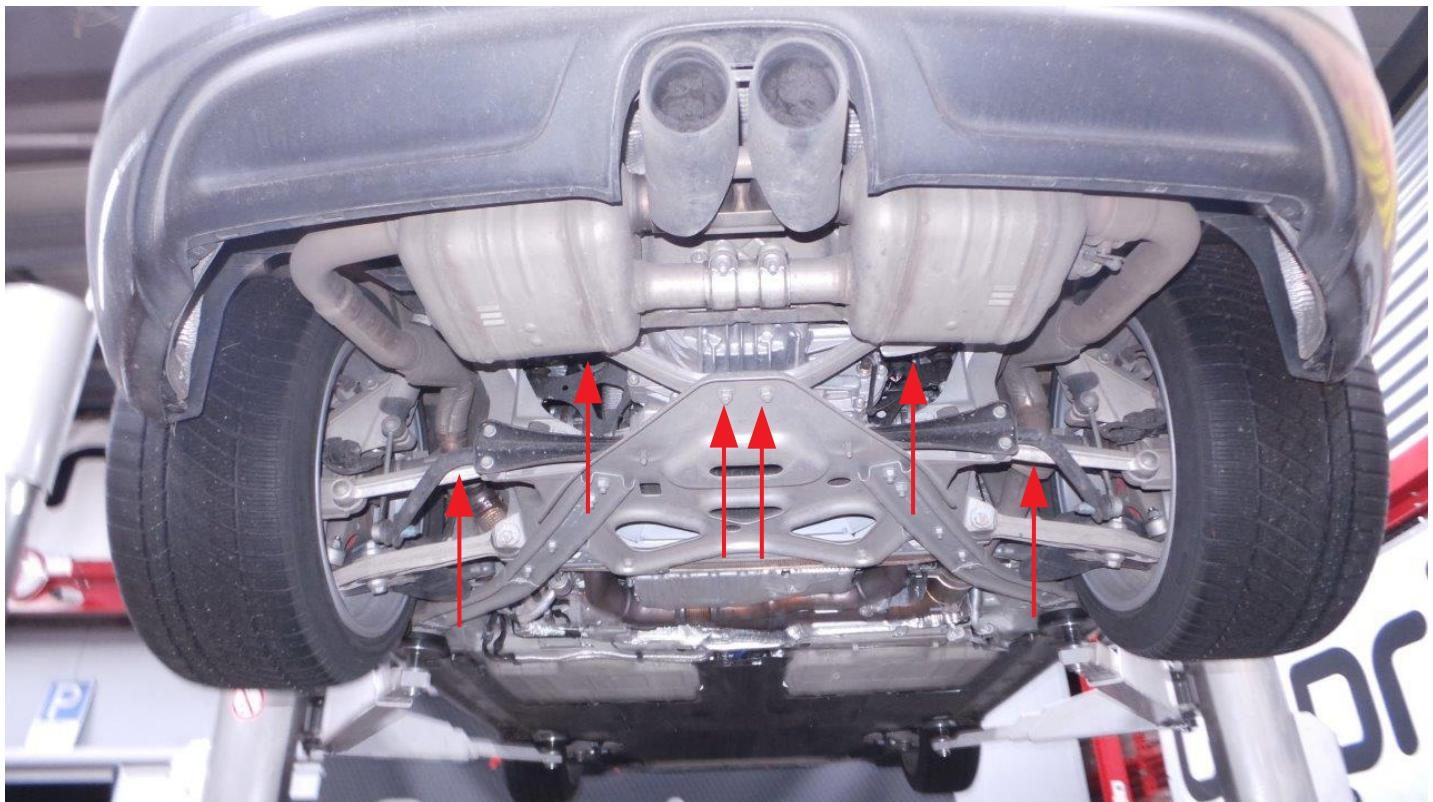

Abb. 3: Verbindung Abgasanlage zu Kat
1. Bevor die originale Abgasanlage demontiert wird, müssen die Hauptanschlüsse. Sowie die Halterungen gelöst werden. s. Abb.3